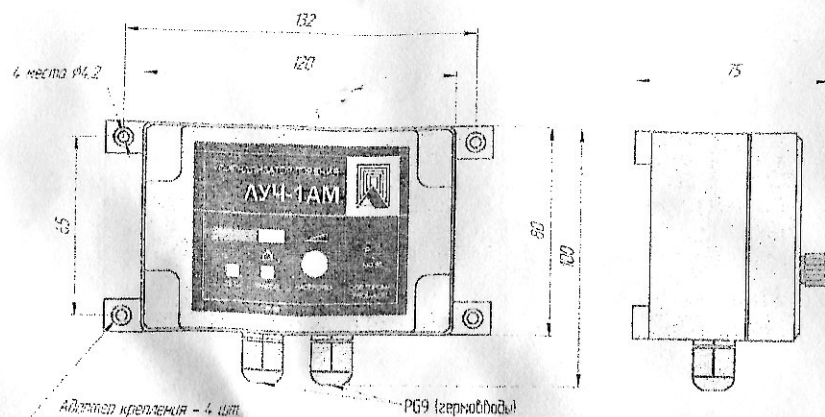

Рис. 1.4. Сигнализатор ЛУЧ-1АМ исп. 031.
- Рис. 1.4. Сигнализатор ЛУЧ-1АМ исп. 031. Габаритный чертеж.